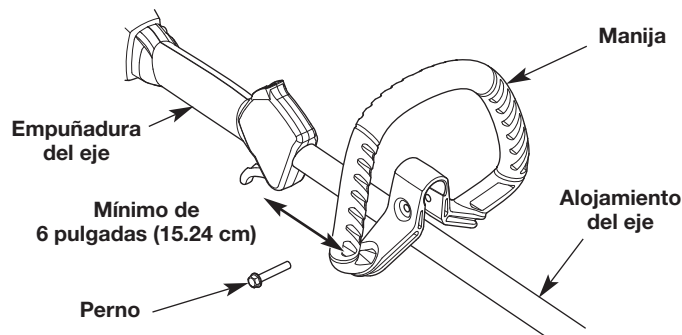

Fig. 1
1. Oprima la manija hacia abajo sobre el alojamiento del eje (Fig. 1). El orificio del perno de la manija debe quedar a la derecha.
2. Inserte el perno en el orificio del perno y oprímalo para que pase a través de él (Fig. 1). Apriete el perno con una llave tubular de 3/8" pero no apriete por completo.
3. Mientras sujeta la unidad en la posición de funcionamiento, desplace la manija hasta la ubicación que le ofrece el mejor agarre. Ubíquela como mínimo a 6 pulgadas (15.24 cm) del extremo de la empuñadura del eje (Fig. 1).
1. Afloje el perno con una tubular de 3/8" (Fig. 1).
2. Mientras sujeta la unidad en la posición de funcionamiento, desplace la manija hasta la ubicación que le ofrece el mejor agarre. Ubíquela como mínimo a 6 pulgadas (15.24 cm) del extremo de la empuñadura del eje (Fig. 1).